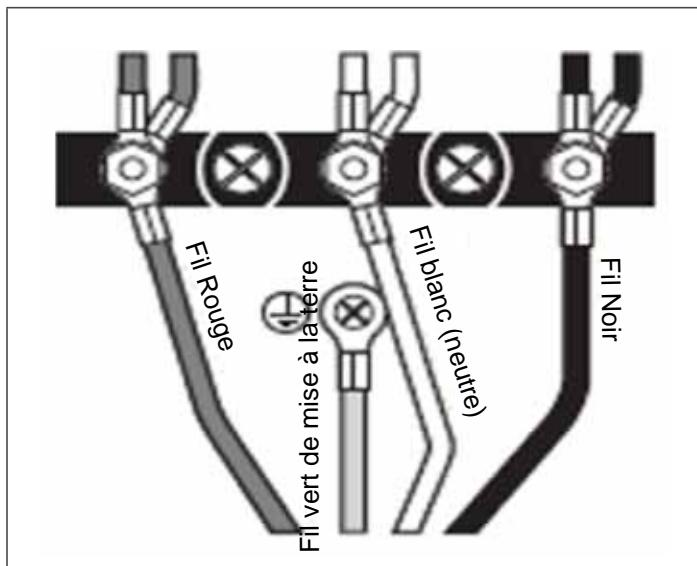

Figure 14: Connexion à quatre fils
3. Fixez le fil neutre mis à la terre du circuit d'alimentation au plot central du bloc de jonction avec un écrou (voir la Figure 14).